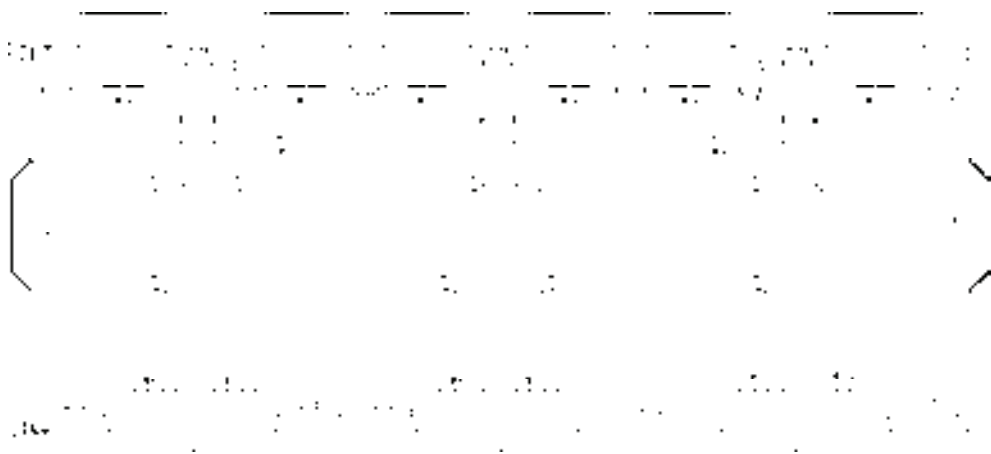

图 14-101 绘制坡道
21) 绘制坡道。调用“直线”命令，绘制直线；调用“修剪”命令，修剪线段，结果如图 14-101 所示。